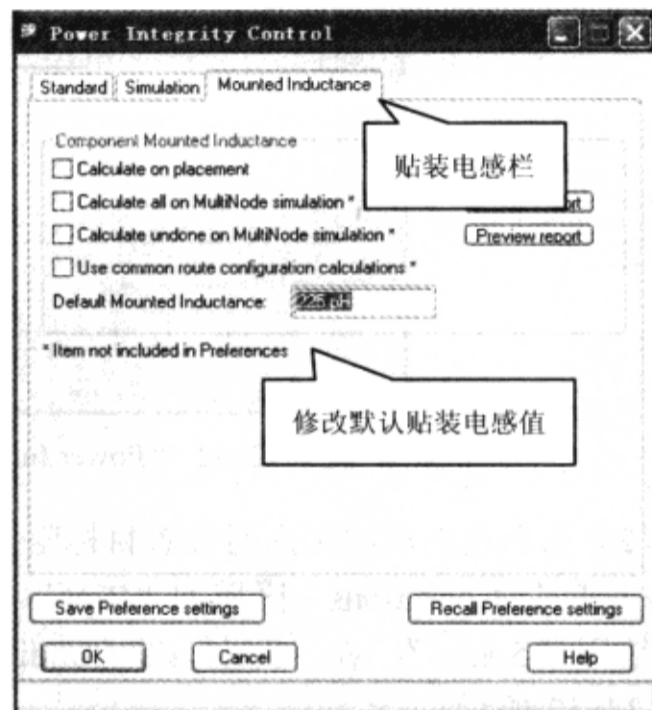

图 7-12-55 贴装电感值参数设置
(2) 在“Power Integrity Control”对话框中选中“Mounted Inductance”标签页, 如图 7-12-55 所示。
(3) 在“Default Mounted Inductance 栏”中输入“225pH”, 单击“OK”按钮。